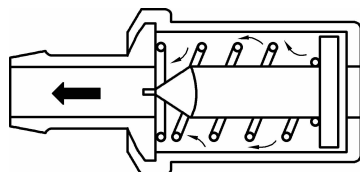

图 3-10 曲轴箱通风阀
- (1) 从摇臂盖上拆卸曲轴箱通风阀。
- (2) 使发动机怠速运转。
- (3) 将手指放在阀端(即图 3-10 中的右端)检查有无真空,若阀上无真空,检查是否存在如下条件。
- (4) 关闭发动机。
- (5) 拆卸曲轴箱通风阀。
- (6) 摇动 PCV。
- (7) 听阀中的止回针有无咔嗒声,若阀中无咔嗒声,更换该阀。